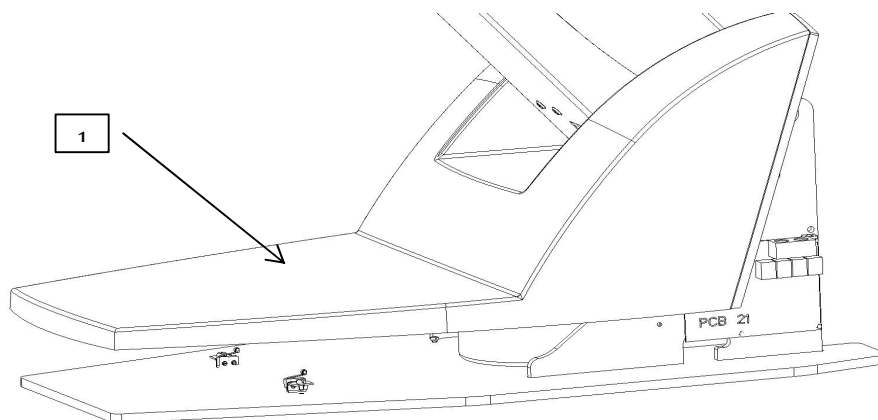

рис.7
Крышка основания (1) см.рис. 7 имеет функцию предохранительного выключателя. Если при движении вверх по направлению вниз будет препятствие (напр.нога обслуживания) на передней крышке основания, движение кресла по направлению вниз остановится и кресло поднимется вверх прибл.на 5 мм. После удаления препятствия кресло способно следующей деятельности.